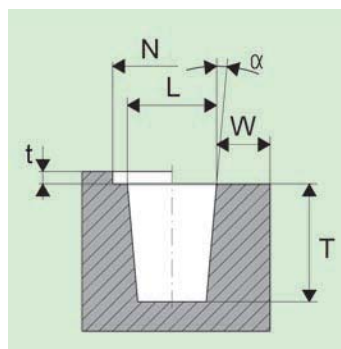

Bild 24
**Lochdurchmesser (L)** (Bild 24) und Wanddicken (**W**) sind abhängig vom Werkstoff des Formteils, der Einbettungsmethode und von den Anforderungen an Auszugsfestigkeit bzw. Verdrehsicherheit. Bitte anfragen oder durch Versuch ermitteln. Richtwerte siehe Werknormblätter.
(Bild 24).